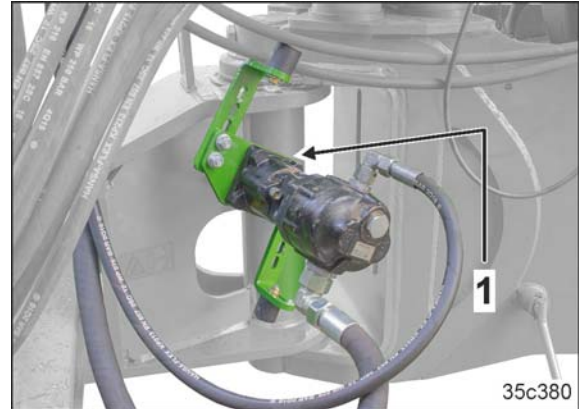

Fig. 145
14. Zapfwellenhydraulikpumpe in Parkposition ablegen (Fig. 145/1)